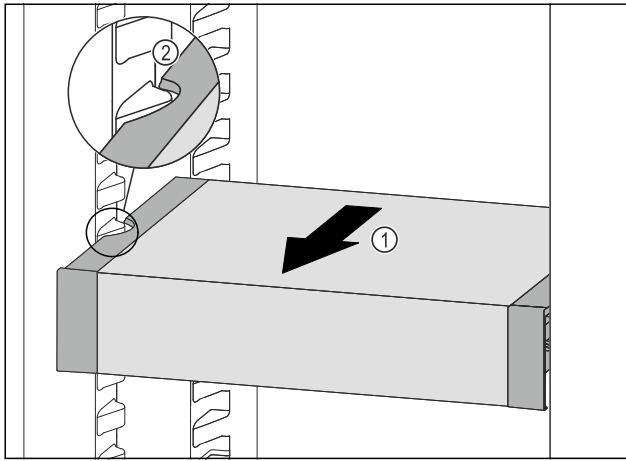

Fig. 138
- ▶ Вытягивайте VarioSafe вперед Fig. 138 (1), пока боковые выемки VarioSafe не окажутся на высоте выступа резервуара в холодильном отделении. Fig. 138 (2)